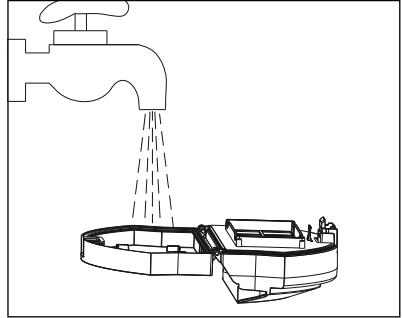

Fig. 12
- 6) Lavare il contenitore della polvere **16** e il filtro a reticella con acqua fredda o tiepida (vedere fig. 12). Fare asciugare completamente il contenitore della polvere **16** e il filtro a reticella all'aria prima di reinserire il contenitore della polvere **16** nell'apparecchio.